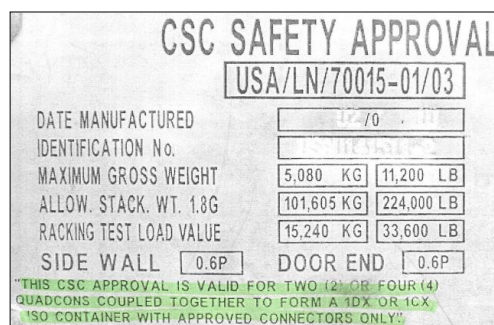

Bild 2
- Utrustad med giltig CSC-säkerhetsskylt (Bild 2)